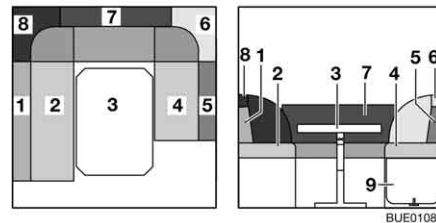

Fig. 97 Avant la transformation
- Convertir la table (Fig. 97,3) en sommier de lit (voir paragraphe 6.11).
- Déverrouiller et rabattre la rallonge du coffre de banquette (Fig. 97,9) vers le haut.